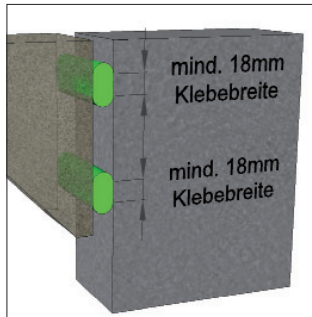

Bild 3: Mindestkleberaußenbreite 18 mm
5. Die untere Zarge wird zuerst am Mauerwerk fest ange-drückt , damit sich eine Mindestbreite der Kleberaußen von 18 mm ergibt (Bild 3). Unebenheiten der Wand werden durch den Kleber spaltüberbrückend ausgeglichen.